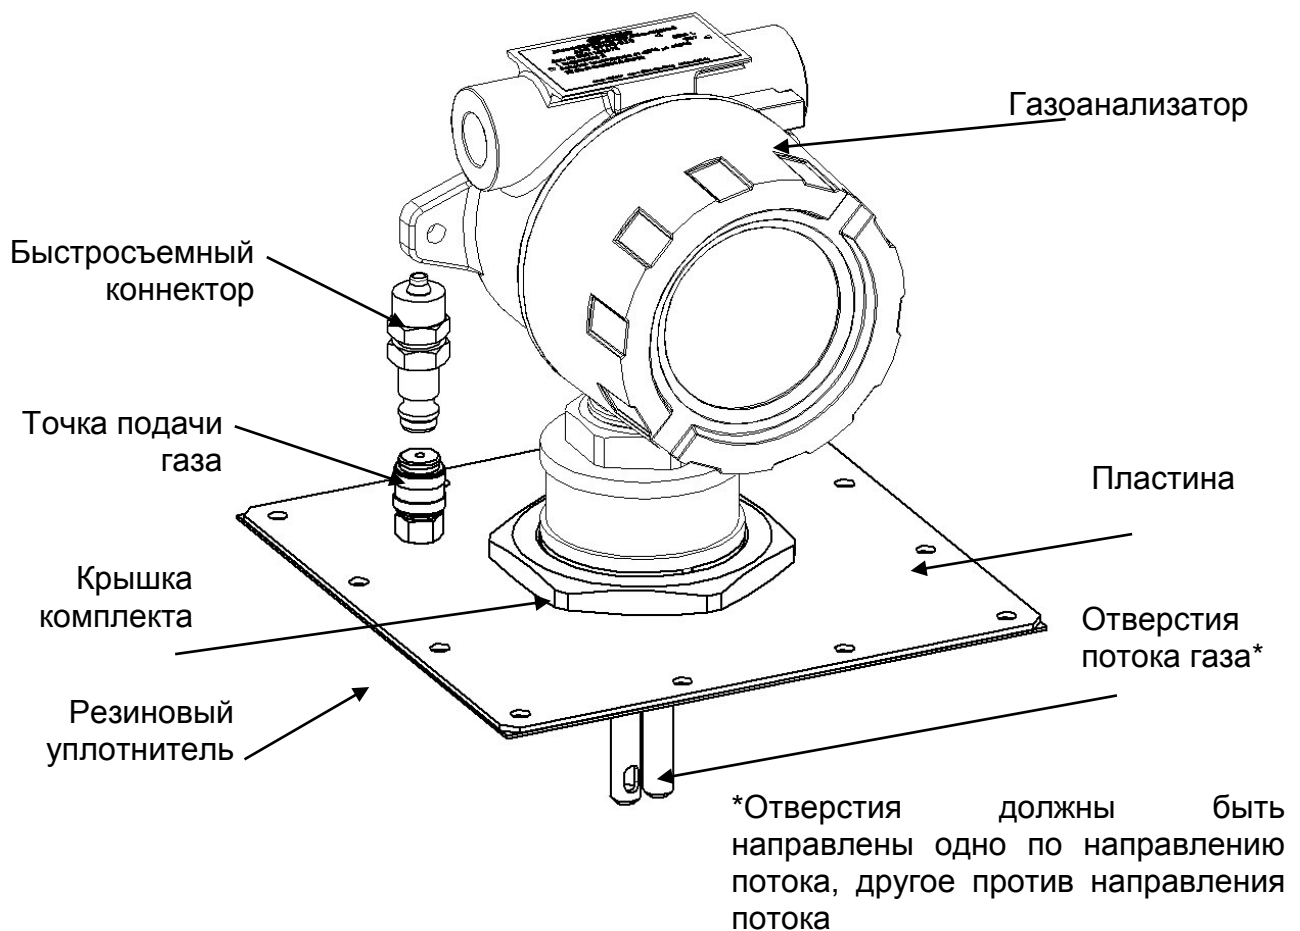

Рисунок 17 – Внешний вид газоанализатора и комплекта для монтажа в воздуховоде
- в) Вкрутить газоанализатор в крышку комплекта (рис. 17);